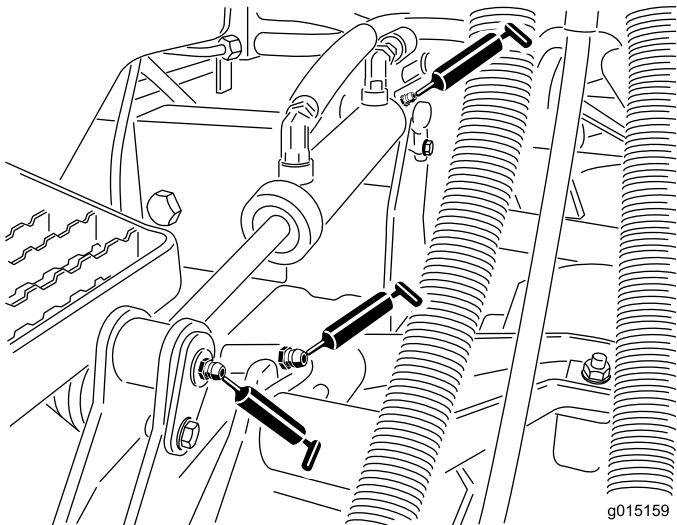

Bild 82
- Hubarmbüchsen (1 pro Schneideinheit) (Bild 82)
- Hubzylinderbüchsen (2 pro Schneideinheit) (Bild 82)